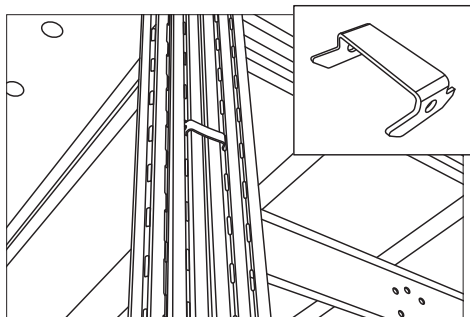

Рис. 24. Соединение секций стеллажей скобой соединительной.
3) Крепление секций с помощью скобы соединительной. Скоба соединительная используется для соединения стоек смежных секций стеллажей при их размещении по схеме «спина к спине» (рис. 24). Для высоты стеллажей до 2500 мм используется 1 скоба, для 3000 мм — 2 скобы, для 3500 мм и выше — 3 скобы.